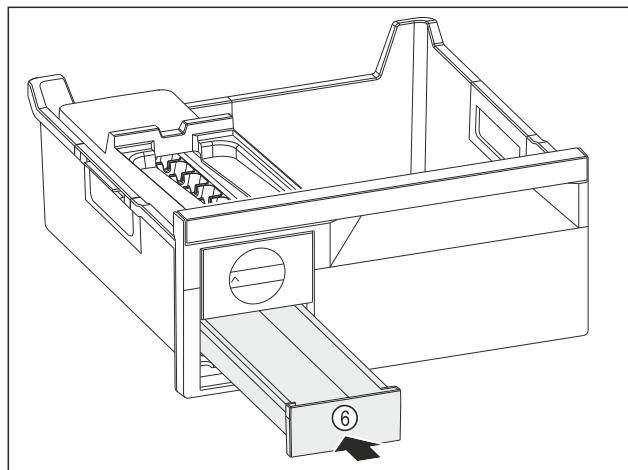

Fig. 91
- Eiswürfelschubfach Fig. 91 (6) einschieben.